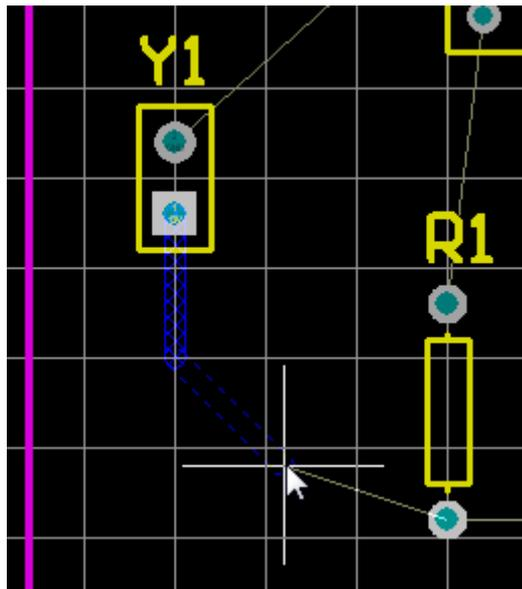

图 4.26 交互式布线
3. 图 4.26 手动布线检查文档工作区底部的层标签。**Top Layer** 标签当前应该是激活的。通过按下*键，来在不退出走线模式的情况下切换到底层。此键在可用信号层中循环。**Bottom Layer** 标签会被激活。
5. 将光标移向电阻 **R1** 底下的焊盘。注意：线段是如何跟随光标路径来在检查模式中显示的（图 4.26）。检查的模式表明他们还没被放置。如果用户沿光标路径拉回，未连接线路也会随之缩回。在这里，用户有两种走线的选择：
9. 使用上述任何一种方法，来在板上的其他元器件之间布线。图 4.26 显示了一个手工布线的板。